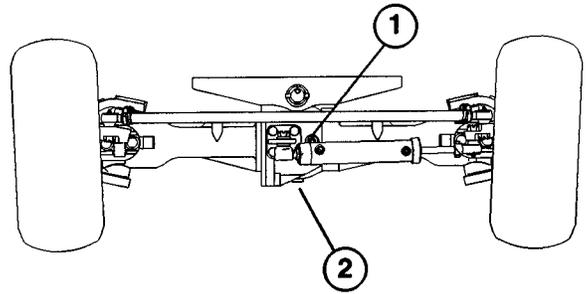

Bild 6
## KONTROLLE DES SCHMIERSTOFFS IN DER HINTERACHSE (Bild 6)
2. Den Prüfstöpsel aus der Achse abschrauben und sicherstellen, daß der Schmierstoff die Unterseite der Prüföffnung erreicht. Bei niedrigem Ölstand genug Öl nachfüllen, um den Ölstand bis an die Unterseite der Prüföffnung anzuheben (Bild 6).